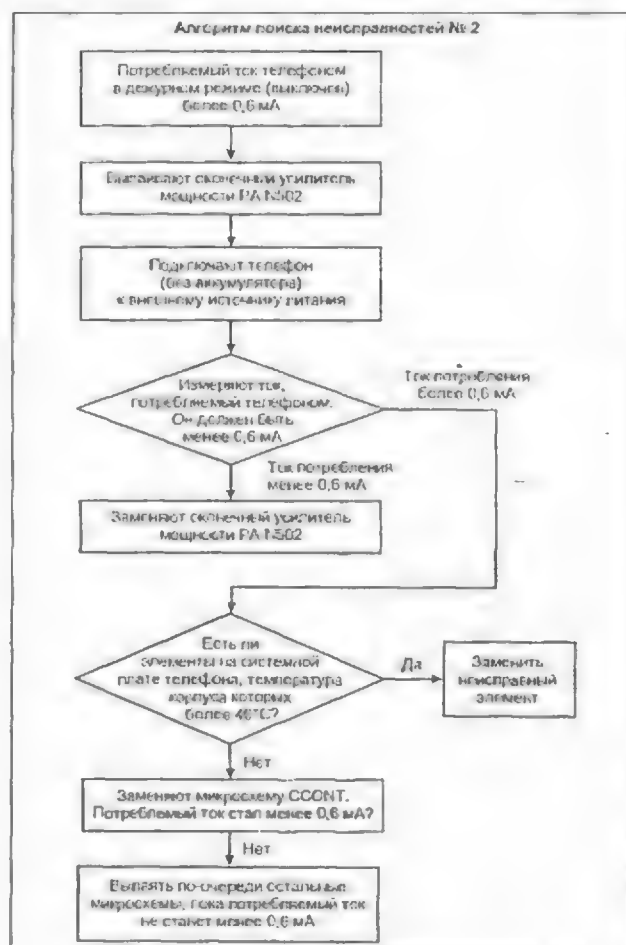
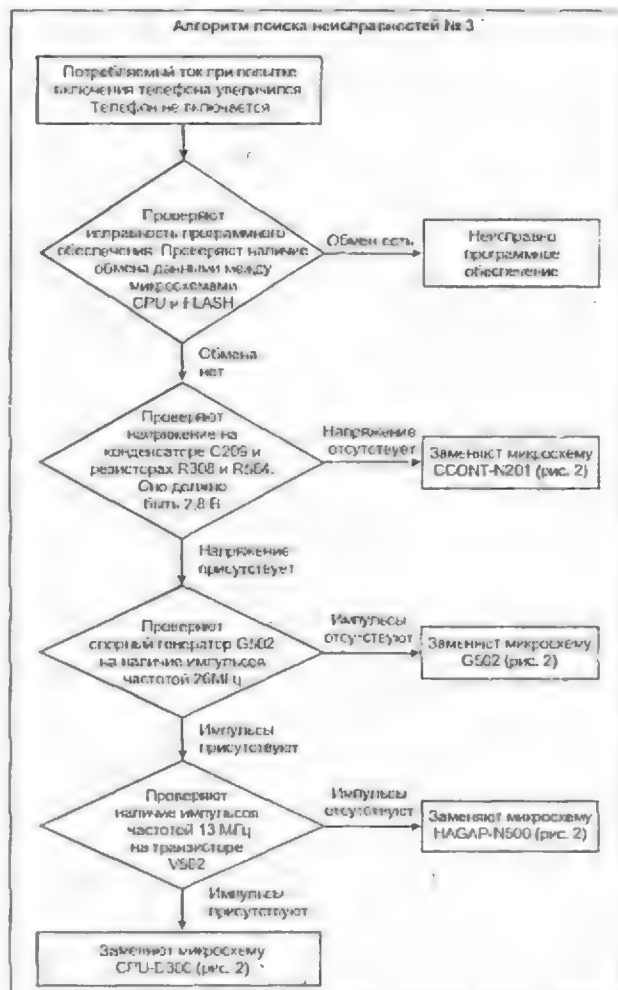

Рис. 5.4
Рис. 5.5
0,6 мА. Если значение тока превышает этот порог, то это может быть вызвано коротким замыканием цепей телефона. В этом случае необходимо воспользоваться алгоритмом № 2 (см. рис. 5.4). Если потребляемый ток в норме, то надо включить телефон нажатием кнопки включения. Если при нажатии кнопки включения потребляемый ток изменился, но аппарат не включился, то это означает, что аппарат не может включиться вследствие неисправностей, определяемых с помощью алгоритма № 3 (см. рис. 5.5). Если телефон не реагирует на нажатие кнопки включения, то это означает, что аппарат «умер» (алгоритм № 4 на рис. 5.6).
### Большое потребление тока (общий алгоритм поиска неисправности № 2, рис. 5.4)
**Аппарат не включается, однако тем или иным образом реагирует на нажатие кнопки включения. Общий алгоритм поиска неисправности № 3 (рис. 5.5)**
верки работоспособности самой кнопки (S419). Проверить кнопку можно с помощью омметра, когда она нажата. Неисправность кнопки включения встречается очень часто. Если кнопка включения исправна, то необходимо проверить напряжение 3,6 В на конденсаторах C202, C226, C227, C228 и C404. Если на них напряжение отсутствует, то нужно проверить резистор R220 и разъем АКБ (X203). Если напряжение поступает на вышеперечисленные элементы, то необходимо проверить напряжение 3,6 В на резисторе R224, а затем (при нажатой кнопке включения) — 2,8 В конденсаторах C243 и C316. Если указанные напряжения отсутствуют, то необходимо заменить микросхему CCONT. Если все напряжения в норме, то необходимо действовать согласно алгоритму № 3 (рис. 5.5).